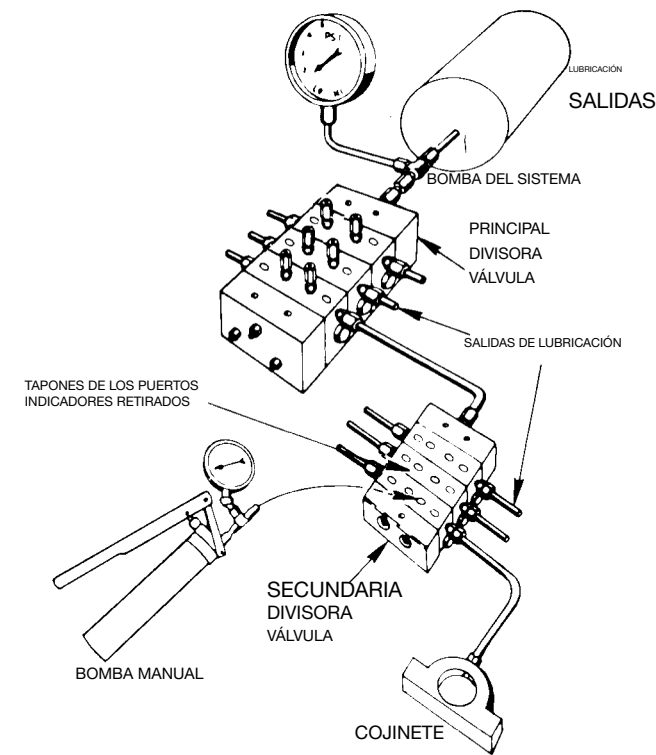

FIG. 14
6. Instale la bomba manual, una por una, en cada puerto indicador de la válvula divisora secundaria y accione la bomba lentamente (Fig. 14). Si hay alta presión, se habrá localizado la obstrucción. Compruebe si hay tuberías aplastadas, rodamientos agarrotados y racores o puertos de entrada de lubricación taladrados incorrectamente. Corrija lo necesario.